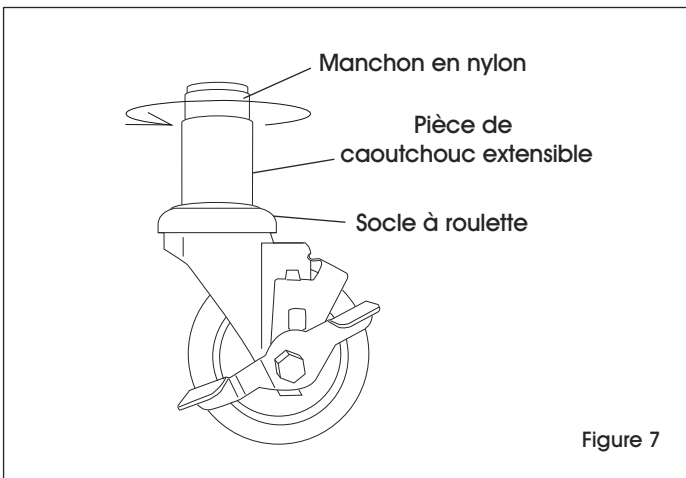

Figure 7
2. Tenez le socle à roulette et tournez le manchon en nylon dans le sens horaire. Ceci provoquera l'étirement de la pièce en caoutchouc. (Voir figure 7)